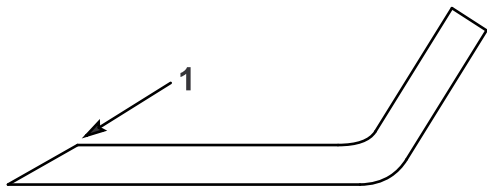

Bild 39
1. Schärfen Sie die Schnittkante jedes Messers an beiden Enden des Schnittmessers mit einer Feile (Bild 39). Behalten Sie den ursprünglichen Winkel bei. Das Messer bleibt ausgewuchtet, wenn Sie die gleiche Menge Metall von beiden Schnittkanten entfernen.